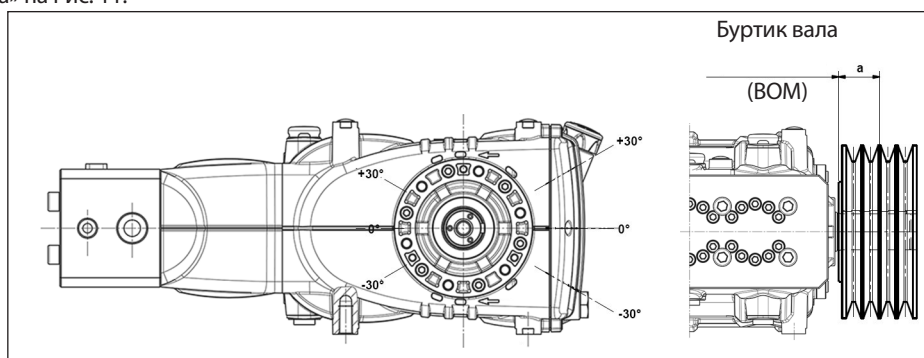

Рис. 11
Радиальная нагрузка на вал не должна превышать 4500 Н (значение, необходимое для определения плана компоновки). Передача считается соответствующей, если данная нагрузка прилагается на максимальном расстоянии $a=50$ мм от буртика вала (ВОМ), как указано на Рис. 11.
- б) Пользуйтесь ремнями с высоким КПД, например, **XPB** вместо **SPB**, поскольку в этом случае потребуется меньшее количество ремней при одинаковой передаваемой мощности, что в свою очередь сократит расстояние между результирующей силой и буртиком вала (BOM) «а» на Рис. 11.
- д) Натягивайте ремень в направлении, указанном на Рис. 11, в случае особых потребностей обратитесь в **технический отдел** или **службу технической поддержки**.